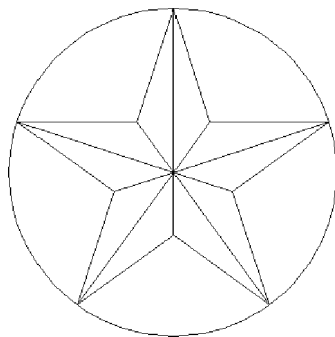

图 3-25 环形阵列
3) 单击【修改】工具栏中的【阵列】按钮 阵列 后的倒三角, 在下拉列表框中选择环形阵列, 选择五角星内部的两条直线, 按回车键, 选定外接圆的圆心为阵列的中心点, 在命令行输入项目数“5”, 填充角度为“360”度, 按回车键, 阵列后的效果如图 3-25 所示。